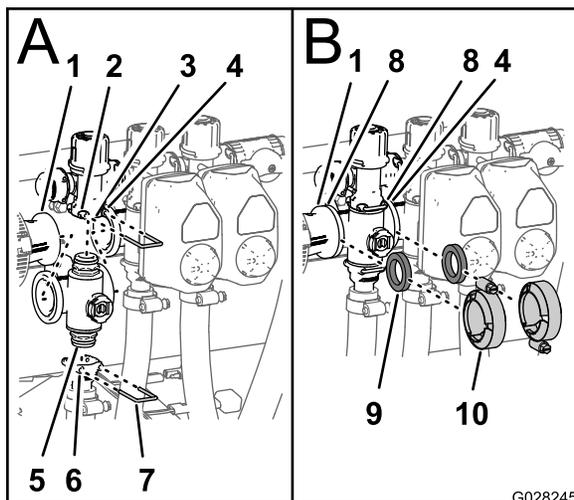

Рисунок 78
- Вставьте верхний штуцер торцевой крышки коллекторного клапана в перепускной штуцер (вид А на Рисунок 78).
- Прикрепите штуцер торцевой крышки к перепускному штуцеру, вставив держатель в гнездо перепускного штуцера (вид А на Рисунок 78).
- Установите выпускной штуцер на нижний штуцер торцевой крышки коллекторного клапана (вид А на Рисунок 78).
- Прикрепите штуцер торцевой крышки к выпускному штуцеру, вставив держатель в гнездо выпускного штуцера (вид А на Рисунок 78).
- Установите уплотнительную прокладку между фланцами переходной муфты и коллектором клапана секции (вид В на Рисунок 78).
- Соберите переходную муфту, уплотнительную прокладку и коллектор клапана секции с помощью хомута, затянув его от руки (вид В на Рисунок 78).
- При установке двух самых левых клапанов секций установите уплотнительную прокладку между фланцами двух соседних коллекторов клапанов секций (вид В на Рисунок 78).
- Соберите два соседних коллектора клапанов секций и уплотнительную прокладку с помощью хомута, затянув его от руки (вид В на Рисунок 78).